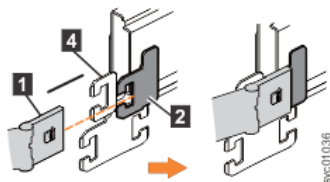

图 74. 将上部 CMA 的内部连接器安装到支撑导轨的内部构件上
2. 将上部 CMA 组合件的内部连接器 (1) 安装到左侧支撑导轨的内部构件 (2) 上，如第 61 页的图 74 中所示。